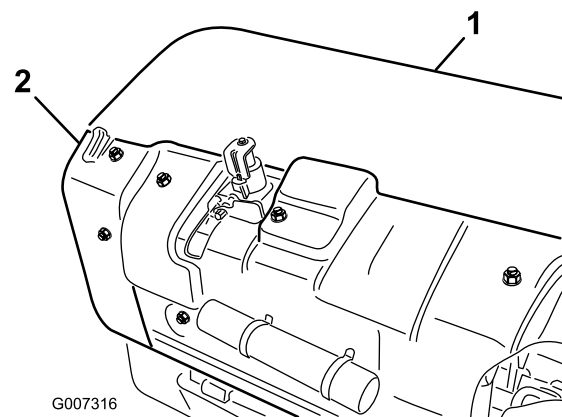

Figura 31
1. Remova a cobertura traseira da cabeça de perfuração (Figura 31).
2. Remova os parafusos de montagem do resguardo da polia remova o resguardo (Figura 31).